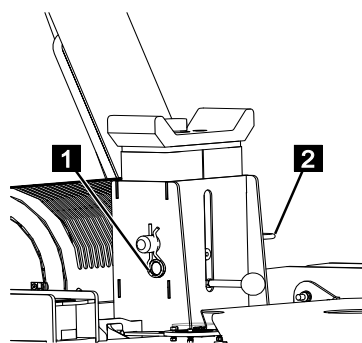

Fig. 116
4. Retirer la goupille fendue à ressort (Fig.116/1) de la cheville de verrouillage (Fig.116/2).
5. Retirer la cheville de verrouillage (Fig.116/2).